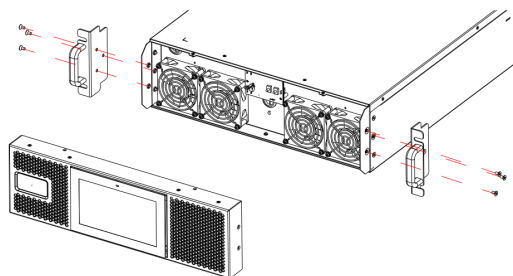

Рисунок 6.1. Демонтаж лицевой панели ИБП
1. Открутить винты с обеих сторон лицевой панели. Снять лицевую панель и отключить линию, питающую вентиляторы (см. рис. 6.1).